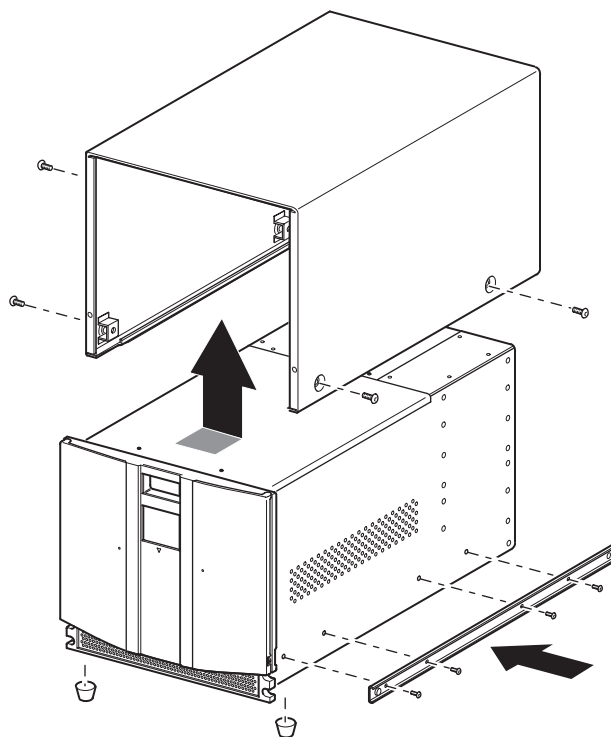

Figure 11 : Conversion d'un modèle de bureau (modèle à quatre unités illustré)
1. Utilisez le gabarit fourni avec la librairie pour marquer l'emplacement du matériel de montage sur les montants du rack (voir la Figure 11). Les points noirs sur les côtés du gabarit indiquent le haut d'une unité U.